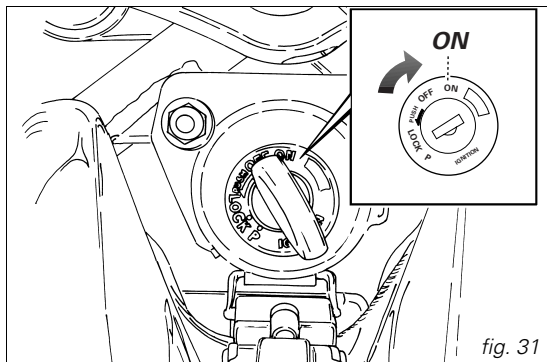

fig. 31
1) Déplacez le commutateur d'allumage en position **ON** (fig. 31). Vérifiez si le témoin vert **N** et le rouge  au tableau de bord sont allumés.